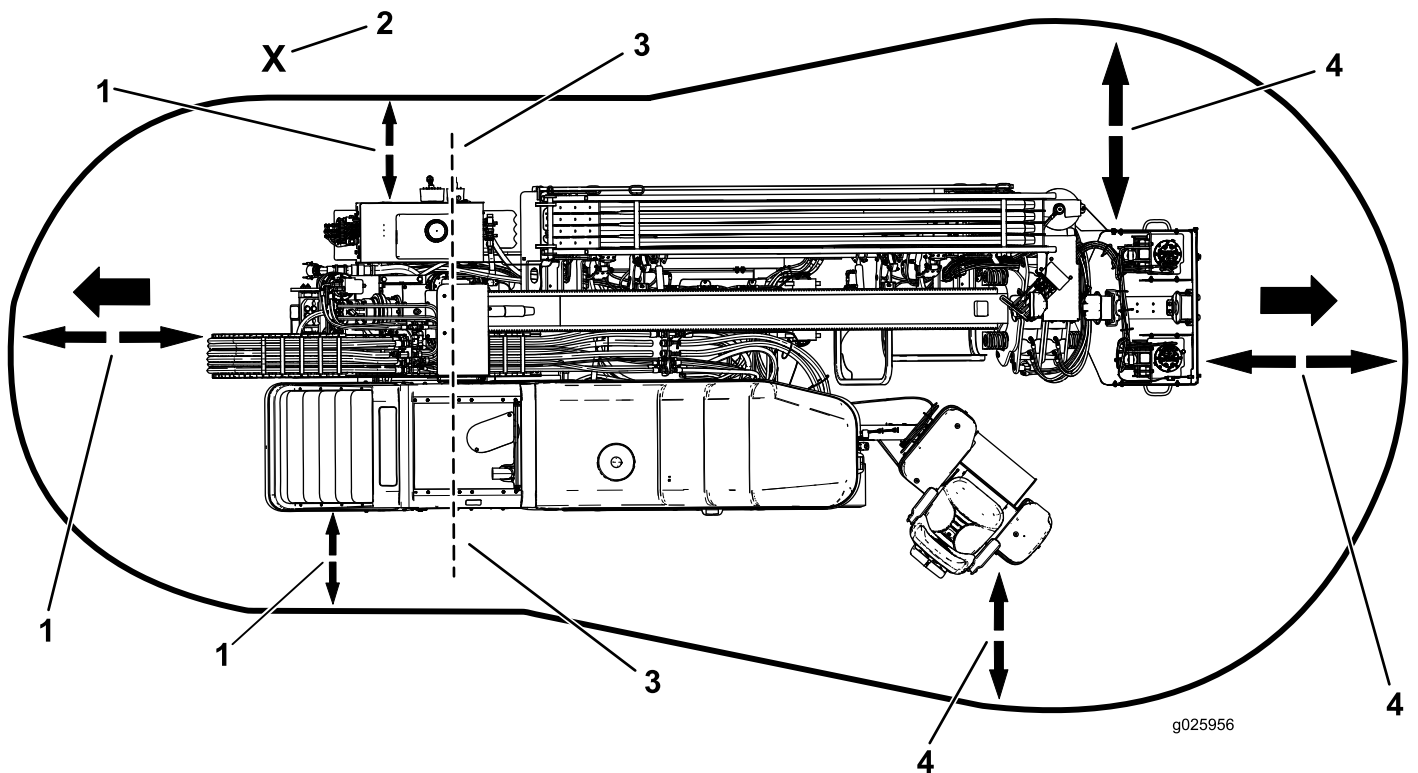

Bild 3
- Verwenden Sie das Steuerpult neben der Maschine außerhalb des Gefahrenbereichs (**Bild 3**).